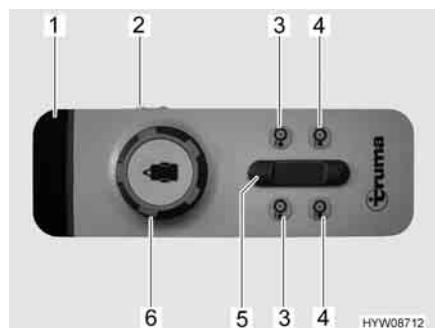

Fig. 13 Telecomando
Il veicolo viene comandato tramite un pomello girevole e un regolatore a scorrimento posizionati sul telecomando (Fig. 13). La seguente tabella descrive la funzione dei singoli elementi di comando/indicazione:
- Spostare l'interruttore a scorrimento (Fig. 13,2) del telecomando su "ON". Il LED verde 4 (Fig. 13,1) lampeggiava per circa 5 secondi, quindi rimane acceso. Il sistema di manovra è ora pronto all'uso.
- Su entrambi i lati, avvicinare i rulli di trasmissione alle ruote, premendo contemporaneamente gli appositi tasti (Fig. 13,4) per circa 3 secondi.
- Spostare il veicolo nella posizione desiderata tramite il pomello girevole (Fig. 13,6) e il regolatore a scorrimento (Fig. 13,5). Il veicolo viene movimentato e frenato senza problemi.
- Sui due lati, ruotare i rulli di trasmissione retraendoli dai pneumatici. A tale scopo, premere gli appositi tasti (Fig. 13,3) per circa 3 secondi.
- Spostare l'interruttore a scorrimento (Fig. 13,2) del telecomando su "OFF".